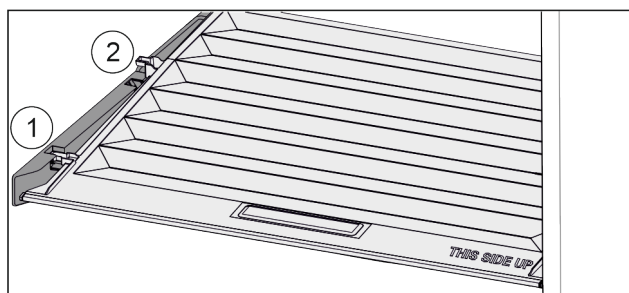

Fig. 128
- Vytáhněte víko dopředu až k otvoru v přídržných dílech Fig. 128 (1).
- Vzádu zespolu nadzvedněte a vyjměte směrem nahoru Fig. 128 (2).